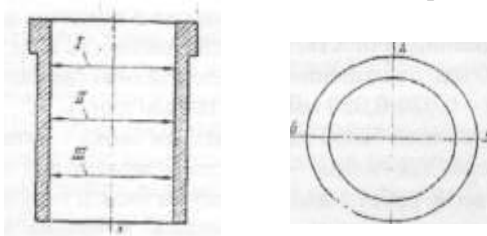

Рис. 1. Схема обмера отверстия под поршень в гильзе цилиндра
- Замерить по схеме обмера (Рис.1) отверстие под поршень гильзы цилиндра и определить величины износа